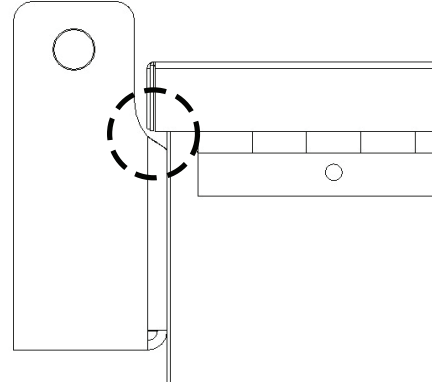

Figure 2 (Caisse pour piano)
2. Sur certaines applications, où le couvercle dépasse du corps de la caisse, vérifier que l'emplacement du support ne gêne pas la fermeture du couvercle avant de commencer à percer (voir la figure 2).